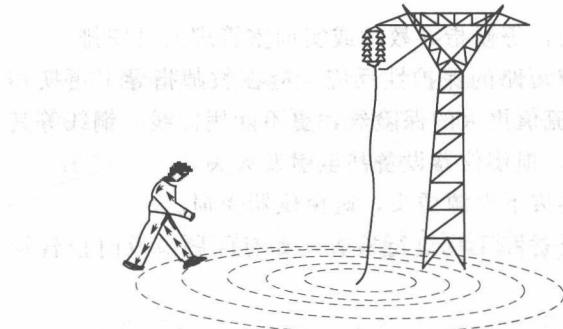

图 1-3 跨步电压触电
(1) 跨步电压触电。人在有电位分布的故障区域内行走，其两脚之间呈现出电位差，此电位差称为跨步电压。由跨步电压引起的触电称为跨步电压触电，跨步电压触电如图 1-3 所示。
(2) 接触电压触电。在正常情况下电气设备的金属外壳是不带电的。由于电气设备绝缘